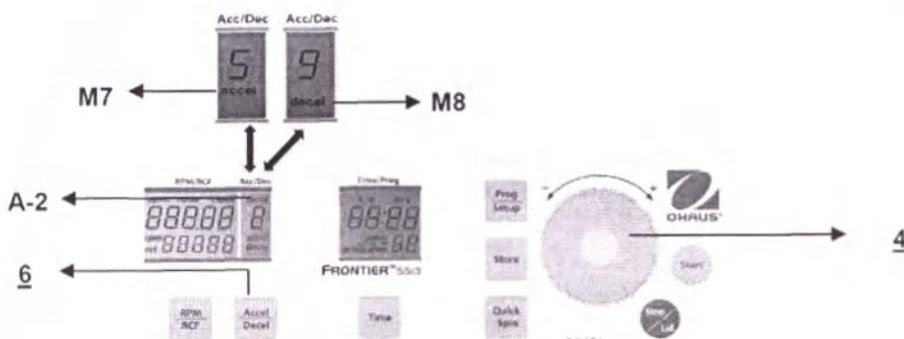

Рис. 18
Для задания этих параметров используется кнопка **Accel/Decel** (6) (см. рис. 18).